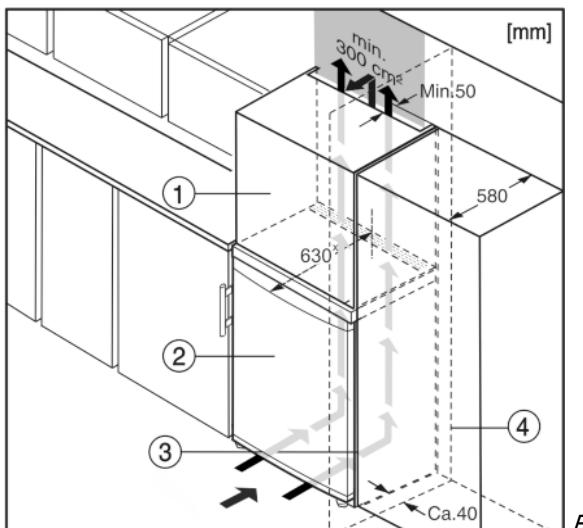

Fig. 10
- (1) Шкаф-пристройка*
(2) Уред*
(3) Кухненски шкаф*
(4) Стена*
Уредът може да е обграден с кухненски шкафове. За да изравните височината на уреда Fig. 10 (2) с височината на вградената кухня, над уреда може да се постави шкаф-пристройка Fig. 10 (1).
При вграждане с кухненски шкафове (дълбочина макс. 580 mm), уредът може да се постави директно до кухненския шкаф Fig. 10 (3). Отстрани уредът е издаден на 34 mm x , а в средата на уреда - на 50 mm x спрямо предната страна на кухненския шкаф.*
Когато уредът се постави с шарнири близо до стена Fig. 10 (4), разстоянието между уреда и стената трябва да бъде поне 40 mm. Това е разстоянието, на което дръжките излизат напред при отворена врата.*